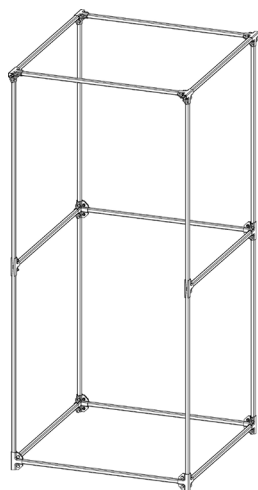

Рисунок 11 – Предварительная фиксация конструкции верхнего уровня
11. Предварительно зафиксировать собранные позиции из «Стойки горизонтальной» с помощью позиции «Скоба крепежная А5 х 4» в количестве 4 шт., фиксируемой с помощью позиции «Болт DIN933 М8х20 оцинк.» в количестве 16 шт. и позиции «Гайка DIN934 М8 оцинк.» в количестве 16 шт. (см. Рисунок 11);